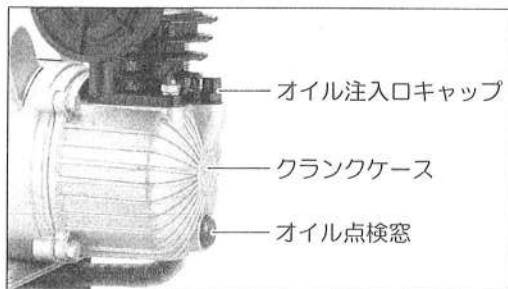

図12
- 点検窓の中に ●印がついています。オイルの適量はこの位置です。●印以下のときは●印まで注入してください。(図12、13参照)